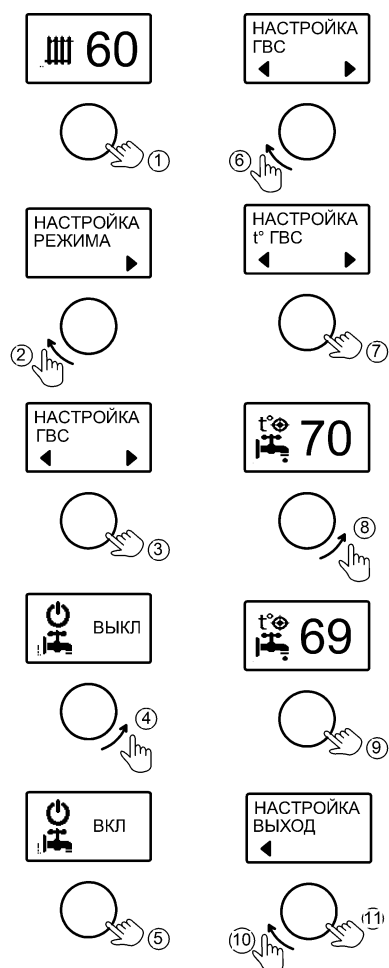

Рисунок 8. Активация и настройка температуры режима «ГВС»
тует в приоритете совместно с другими режимами. Работа возможна при подключении **3-ходового клапана** совместно с **NTC-датчиком** температуры ГВС номиналом 10 кОм, либо совместно с **термостатом** бойлера косвенного нагрева. Рекомендуется использовать модуль управления **ГВС EVAN AQUA**, в состав которого входят 3-ходовой клапан и датчик температуры теплоносителя, оптимально соответствующие электрической схеме котла. Активация режима и настройка температуры показана на рис.8.
**10.4** Вкладки «ГВС» и «ТЕМПЕРАТУРА ГВС» предусмотрены для включения/выключения режима ГВС и настройки температуры (см. рис. 8). Индикация «ВКЛ» означает разрешение на работу режима ГВС. Индикация «ВЫКЛ» запрещает работу режима «ГВС».